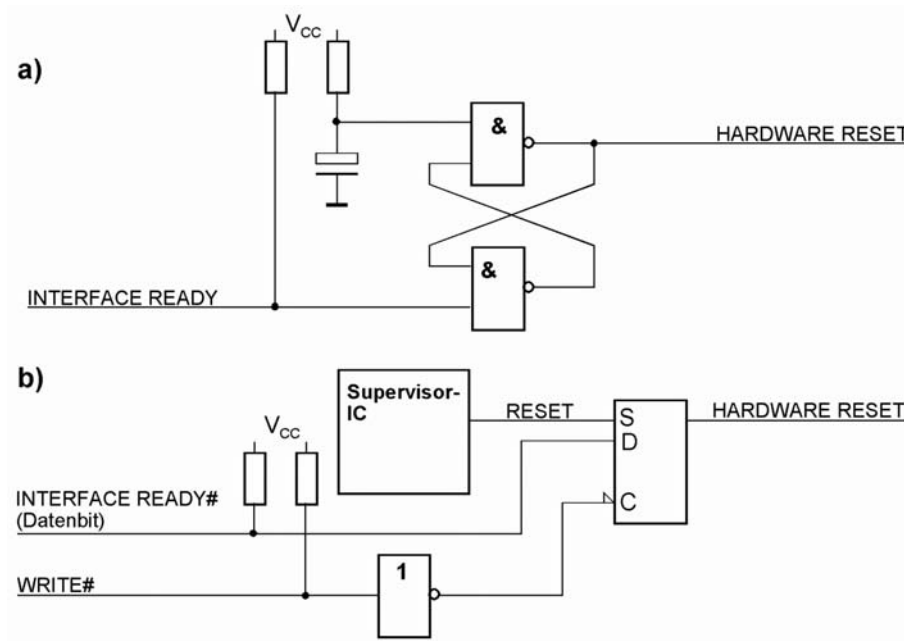

Abb.1.33 Bewährte Rücksetzsaltungen
- eigene Rücksetzsaltungen im Interfaceadapter (Abb. 1.33),